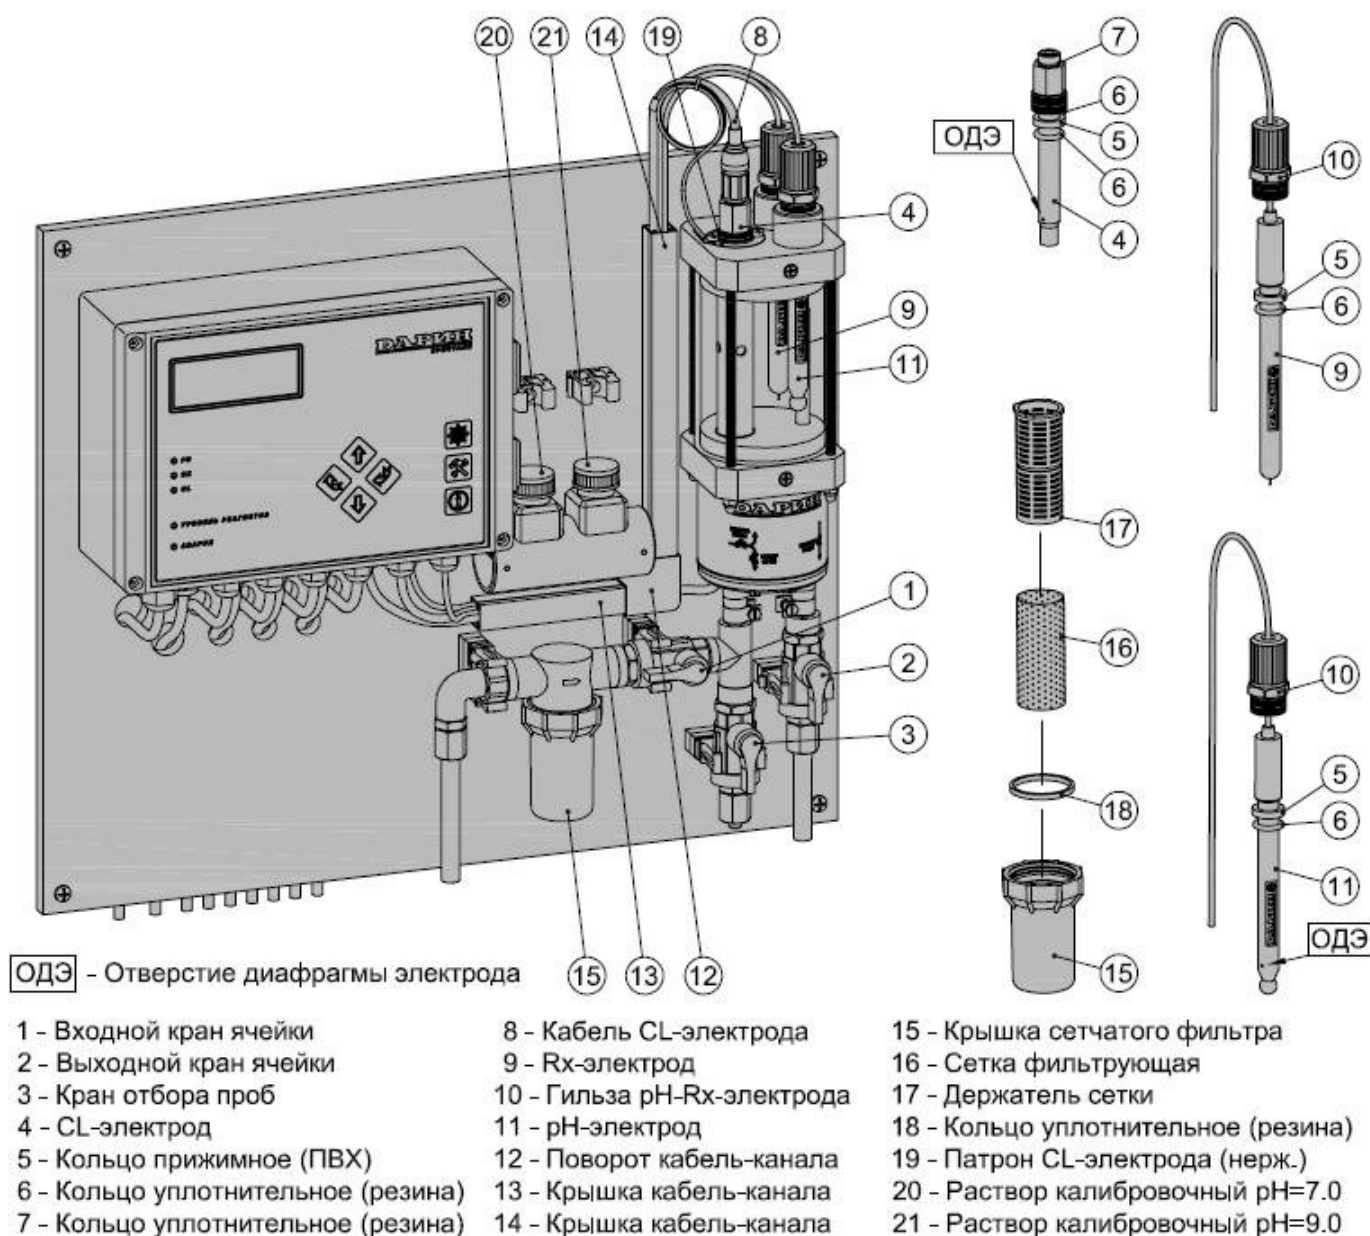

Рис.20 Измерительная ячейка на панели управления
- закрыты входной и выходной краны измерительной ячейки, а также кран отбора проб (см. рис.20, поз.1, 2 и 3).
- провод опорного напряжения кабеля поз.8 (красного цвета) соединить с патроном CL-электрода поз.19, для чего наконечник провода зафиксировать винтом патрона, как это показано на рис.20.
При установке CL-электрода обратить внимание на то, чтобы в стеклянной колбе электрода около отверстия диафрагмы электрода (ОДЭ, см. рис.20) не было пузырьков воздуха; при необходимости аккуратно встряхнуть электрод (как при обращении с термометром) и устранить воздух.
При установке pH-электрода обратить внимание на то, чтобы в стеклянном шарике на конце электрода и около отверстия диафрагмы электрода (ОДЭ, см. рис.20) не было пузырьков воздуха; при необходимости аккуратно встряхнуть электрод (как при обращении с термометром) и устранить воздух.